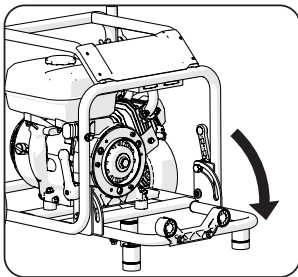

Fig. 8
- Aprire il telaio di montaggio accessorio. (Fig. 8)